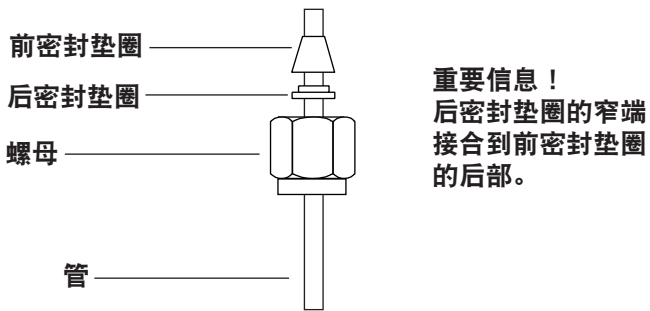

图 25 Swagelok 螺母和密封垫圈
- 1 将 Swagelok 螺母、后密封垫圈和前密封垫圈置于管线中，如图 25 所示。